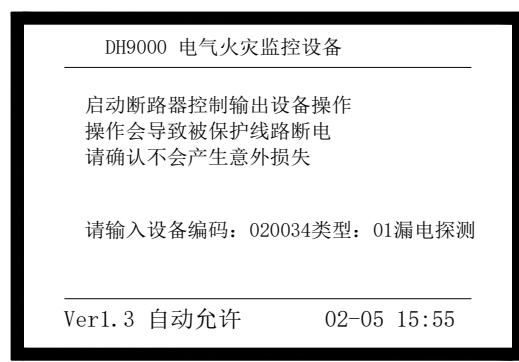

图 5-19 启动断路器控制输出操作界面
- ◆ 按“TAB”键，参照“附录二 设备类型表”，输入其设备类型“01”（如图 5-19）。
**注意：在进行“控制输出”操作中输入设备的编码时，可以使用通配符“\*”，表示这一位可以是 0~9 中的任意数字，这个功能可以使我们方便的将一类设备启动或停止。例如：如果要启动系统中所有的漏电探测器，我们可以在启动断路器控制输出操作界面（如图 5-19）输入：“\*\*\*\*\*”，“TAB”，“01”，这样所有设备类型为 01 的漏电探测器将被启动。**